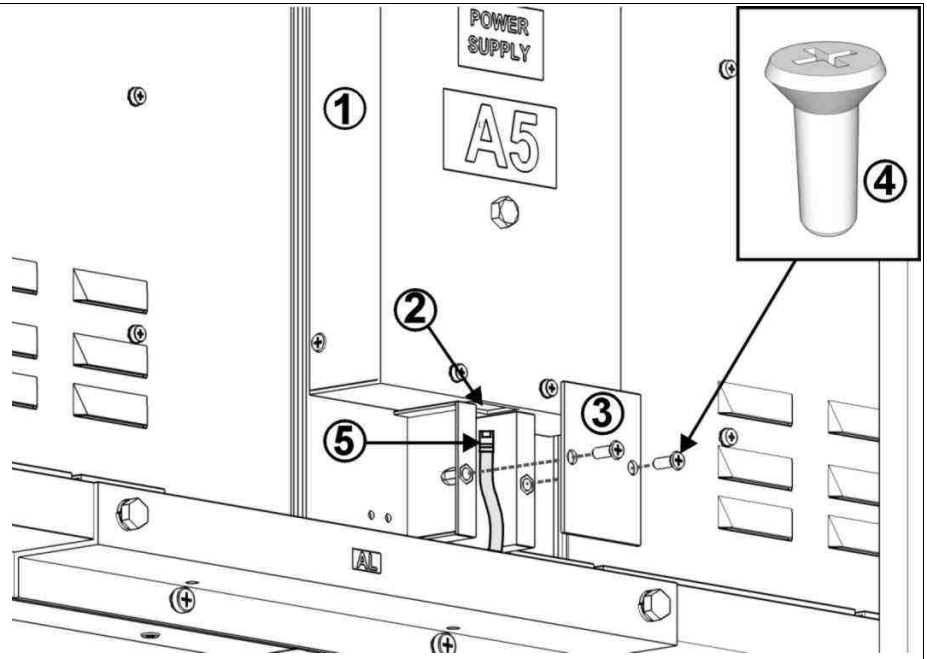

Abb. 10: Rückseite des Moduls POWER SUPPLY
2. Lösen Sie die beiden Schrauben **M5x16** und entfernen Sie die Abdeckung des am unteren Bereich des Moduls **POWER SUPPLY** liegenden Kabeleingangskanals (siehe Abb. 10), damit die Öffnung, durch die alle Kabel zu führen sind, sichtbar wird.